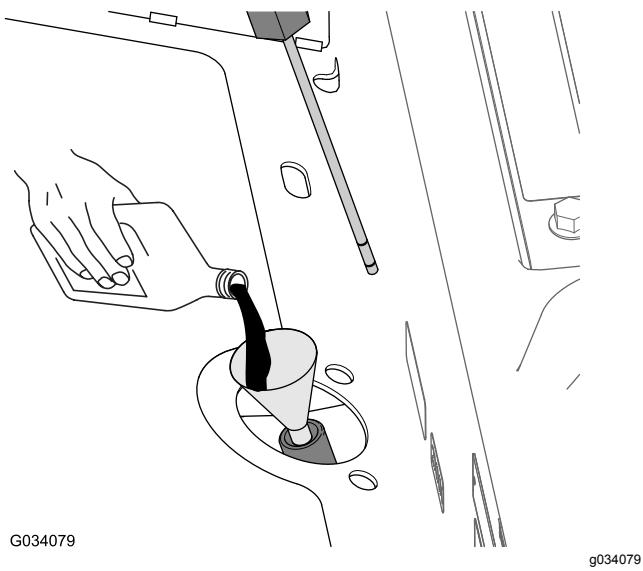

Bild 80
5. Wenn der Ölstand unterhalb der unteren Markierung am Peilstab liegt, füllen Sie das vorgegebene Hydrauliköl in den Einfüllstutzen (Bild 80), bis der Ölstand zwischen der oberen und unteren Markierung am Peilstab liegt (Bild 79).
- Füllen Sie das vorgegebene Hydrauliköl den Einfüllstutzen (Bild 80), bis der Flüssigkeitsstand im Getriebegehäuse (Reservoir) zwischen der oberen und unteren Markierung des Peilstabs liegt (Bild 79).